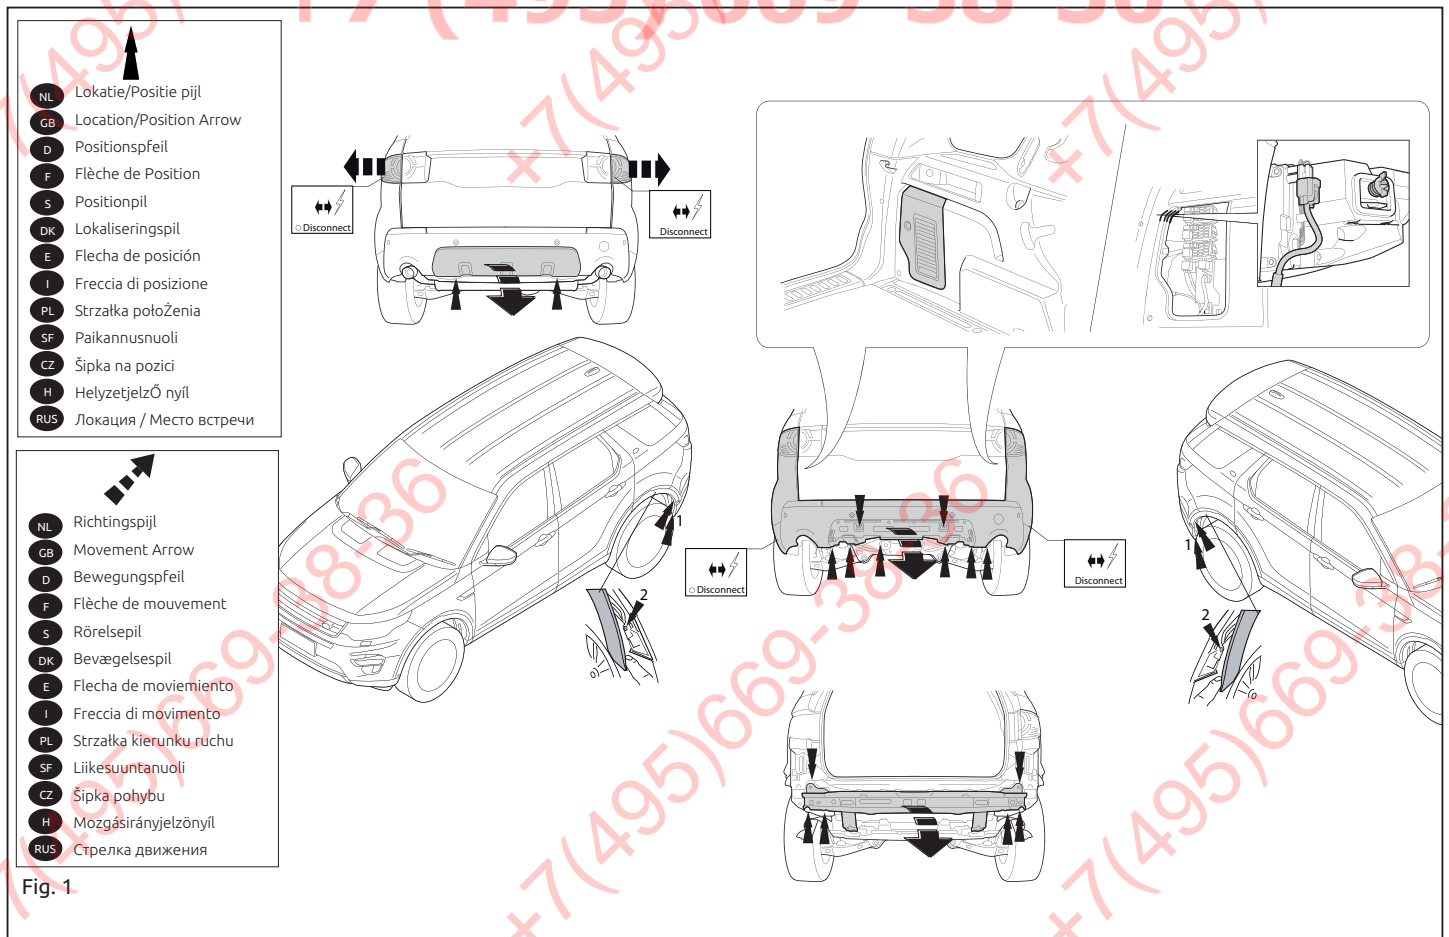

Fig. 1
2. Die Stoßstange einschließlich des stählernen Stoßbalkens vom Fahrzeug abmontieren. Der Stoßbalken wird nicht mehr benötigt. Die Schrauben wieder anbringen. Siehe Abbildung 1.
2. Demonter kofangeren, inklusive køretøjets stølstødbjælke. Stølstødbjælken skal ikke længere anvendes. Sæt bolten på plads igen. Se fig. 1.